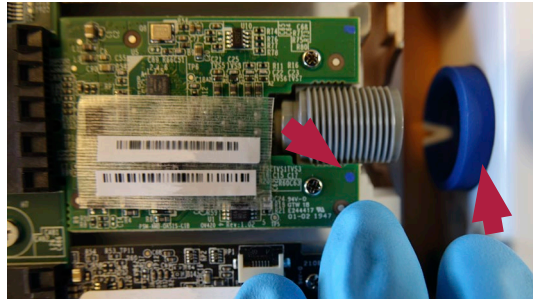

Figura 19 La indicación de color de la placa VDI debe coincidir con el anillo de color
- e) **Asegúrese de que el anillo de color de la carcasa trasera sea del mismo color que la indicación en la placa VDI (Figura 19)**
Al volver a montar la carcasa trasera, asegúrese de que los puntos de color de las placas VDI (Figura 19) coincidan con los colores de los anillos de color en los que se colocan.